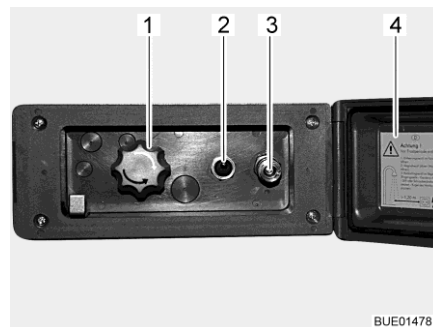

Fig. 166 Raccordo doccia esterno
- Sganciare ed aprire il coperchio (Fig. 166,4).
- Collegare il tubo flessibile della doccia esterna alla chiusura rapida (Fig. 166,3).
- Accendere la pompa dell'acqua con l'interruttore (Fig. 166,2).
- Regolare la temperatura dell'acqua ai gradi desiderati mediante la manopola (Fig. 166,1).
- Spegnerne la pompa dell'acqua con l'interruttore (Fig. 166,2).
- Spegnere la pompa dell'acqua con l'interruttore (Fig. 166,2).
- Chiudere il coperchio (Fig. 166,4) e bloccarlo con la chiave.
- Ruotare la manopola (Fig. 166,1) sulla posizione centrale.